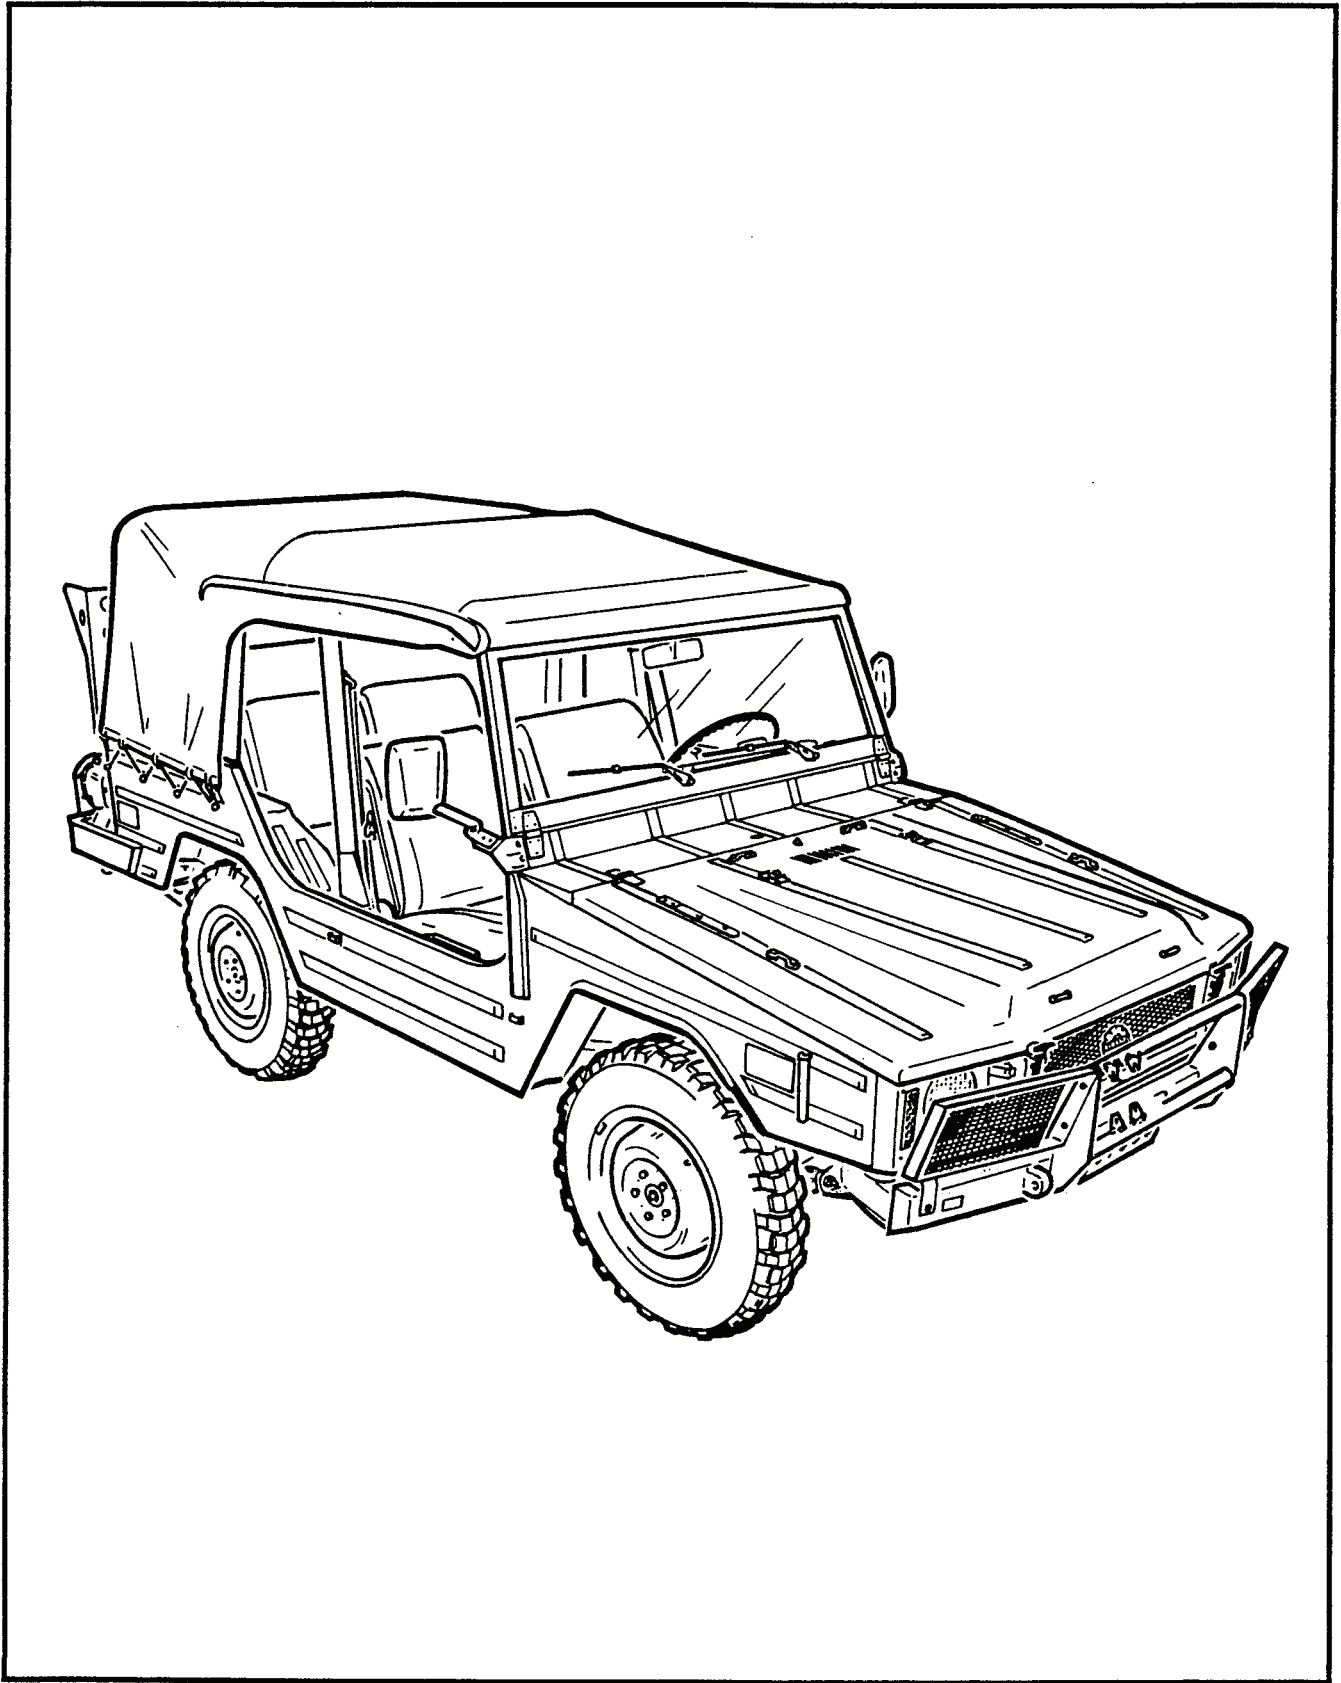

Figure 1-2-1 Truck, Utility, Light, 4 x 4, Military Design, Iltis Canadian, Basic
2. The Light Utility series of trucks is designed for use on all types of road, cross-country terrain, and for all-weather operation. The truck will ford hard-bottom bodies of water, to a depth of 60 cm, without special fording equipment. For Basic Light Utility Truck, see Figure 1-2-1.
2. La série des camions utilitaires légers a été conçue pour une utilisation sur tout genre de route, tout-terrain, et peu importe le climat. Le camion pourra traverser toute surface d'eau à fond dur, jusqu'à une profondeur de 60 cm sans aucun équipement spécial pour le passage à gué. Voir figure 1-2-1 pour le modèle de base du camion utilitaire.